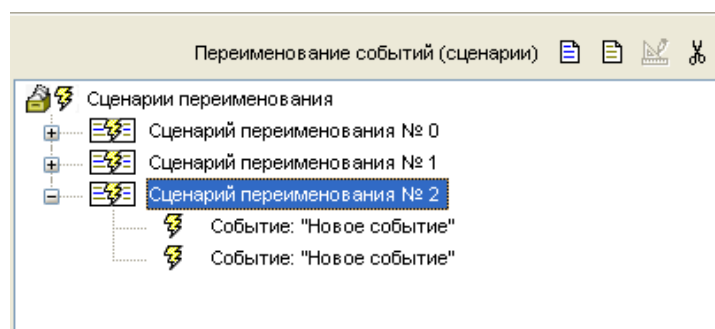

Рисунок 23
- Добавьте два события к выделенному сценарию, с помощью кнопки  (см. Рисунок 23).